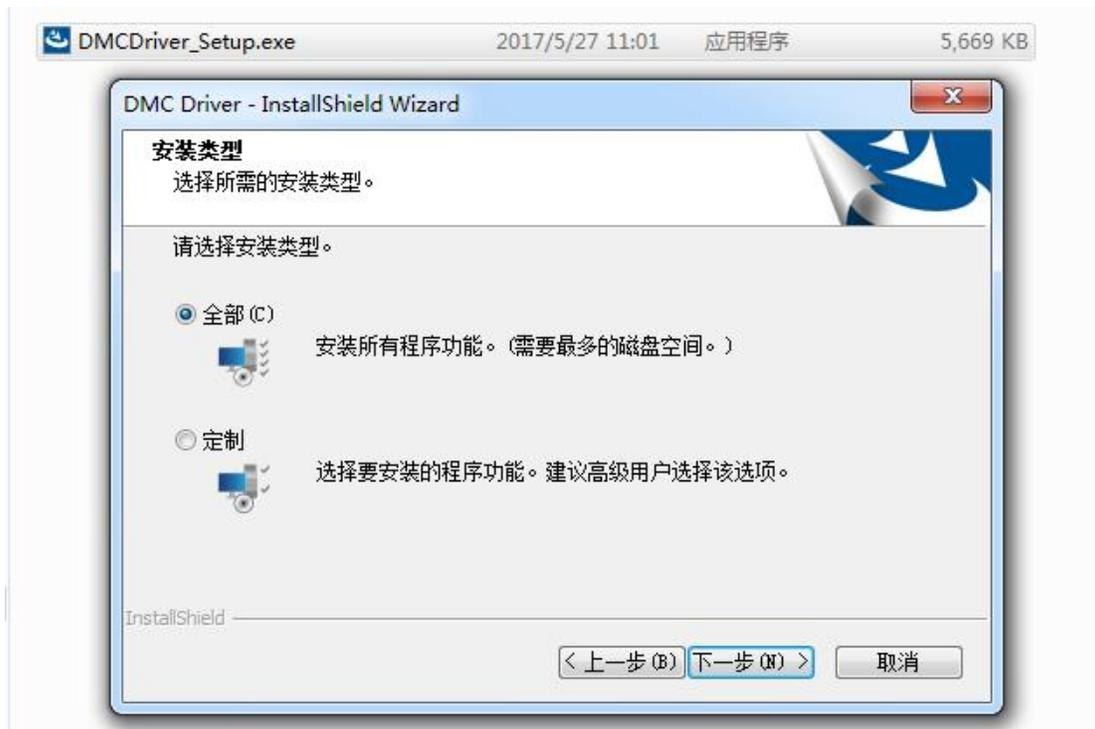

图 4.6 安装类型选择
3、如图 4.6 所示，请选择“全部”，然后点击“下一步”继续安装。